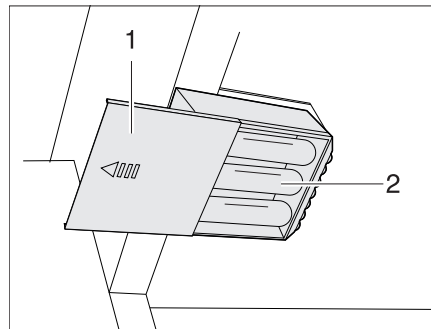

Fig. 183 Luci armadi guardaroba con LED, vano batteria aperto
- Inserire nuove batterie dello stesso tipo rispettando le polarità (+/-) (Fig. 183,2).
- Riapplicare il coperchio (Fig. 183,1).